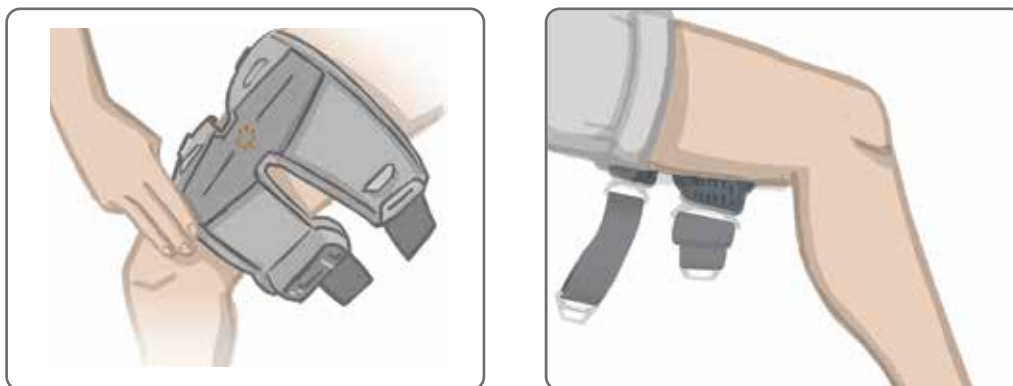

Bild 8-17: Korrekt position för lårmanschettens lokaliserare
- Placera lokaliseraren för lårmanschetten (en taktill fingermarkering) på lårets mittlinje, cirka tre fingerbredder ovanför knäskålen om quadriceps stimuleras eller från knävecket om hamstringsmusklerna stimuleras. Se bild 8-17.